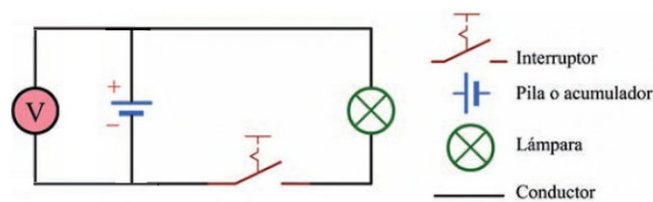

Figura 3. Fuente de tensión (voltaje) en un circuito eléctrico.
Para generar una corriente es necesario que aparezca una fuerza capaz de mover los electrones libres del circuito, que se denomina FEM (fuerza electromotriz – fuente), ver figura 3. Esta genera una tensión eléctrica o diferencia de potencial (también denominada voltaje V), que es una magnitud física que cuantifica la diferencia de potencial eléctrico entre dos puntos. Su unidad de medida es el voltio (V).